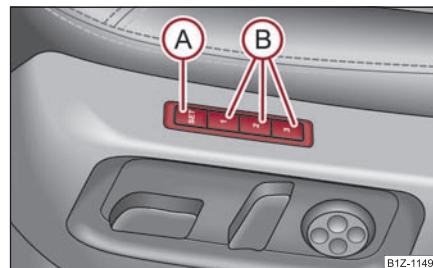

Fig. 76 Asiento del conductor: Teclas de memoria y la tecla SET
- Pulse la tecla **SET** (A) ⇒ fig. 76.
- Pulse una de las teclas de memoria (B) en el transcurso de 10 segundos después de pulsar la tecla **SET** - un sonido confirmará la memorización del ajuste de asiento.
La memoria para el asiento le ofrece la posibilidad de memorizar la posición individual de asiento del conductor y del espejo retrovisor exterior. A cada una de las tres teclas de memoria (B) ⇒ página 79, fig. 76 se puede asignar una posición individual, es decir, tres en total. Después de pulsar la correspondiente tecla de memoria (B), el asiento y los retrovisores exteriores adoptarán automáticamente las posiciones asignadas a esta tecla ⇒ página 80.
- **Dispositivo automático de pulsación breve de la memoria:** Pulse brevemente la tecla de memoria deseada **(B)** ⇒ página 79, fig. 76. El asiento y los retrovisores exteriores adoptarán automáticamente las posiciones memorizadas (esto sólo es válido si el encendido está conectado y la velocidad es inferior a 5 km/h).